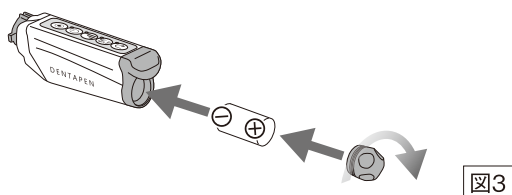

図3
- ① 本体後部のバッテリーカバーを反時計回りに回して取り外し、専用バッテリーがセットされていることを確認します。
- ② バッテリーが入っていない場合、専用バッテリーを⊕⊖の向きに注意して本体およびバッテリー側部の表示に従って本体にセットします。セット後、バッテリーカバーを時計回りに回して固定します (図3)。